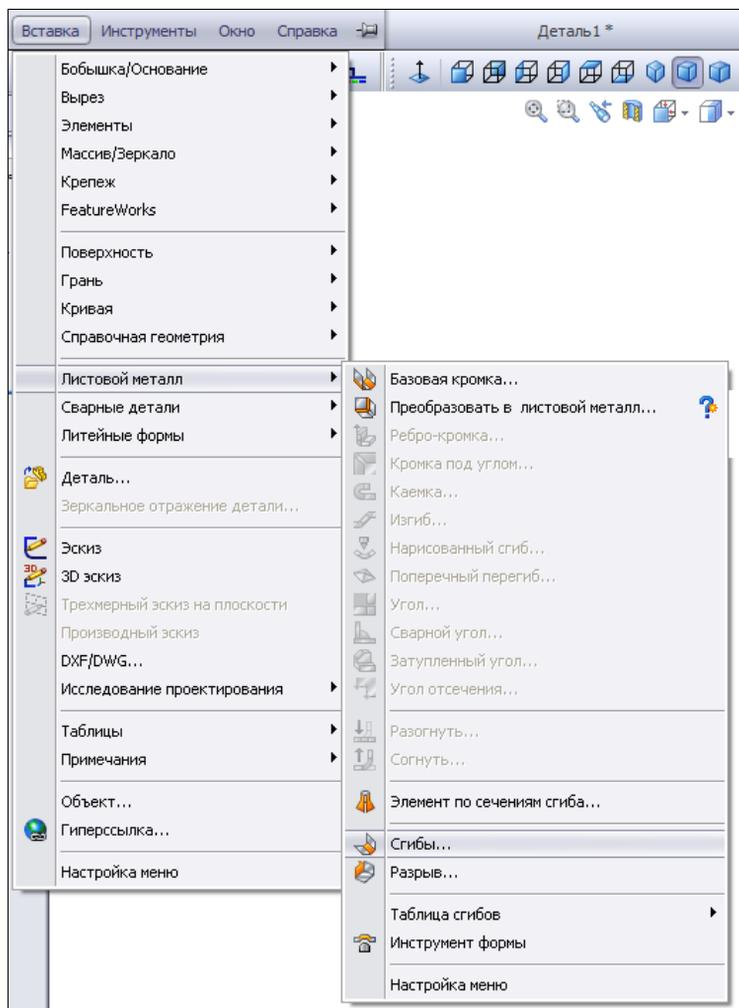

Рис. 4.1
2. Созданную твердотельную развертку необходимо преобразовать в деталь из листового металла, для этого нужно нажать кнопку  — **Сгибы** на панели инструментов **Листовой металл** или выбрать команду меню: **Вставка | Листовой металл | Сгибы...** (рис. 4.1).